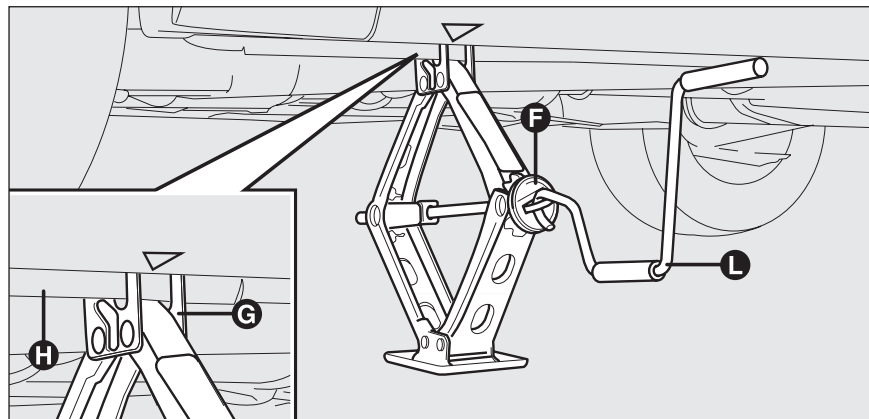

fig. 4
- actionner le dispositif **F-fig. 4** de manière à détendre le cric, jusqu'à ce que la partie supérieure du cric **G-fig. 4** s'engage correctement à l'intérieur du dispositif de retenue **H-fig. 4**;
- insérer la manivelle **L-fig. 4** pour permettre l'actionnement du cric et soulever la voiture, jusqu'à ce que la roue se lève du sol de quelques centimètres;
- actionner la manivelle **L-fig. 4** du cric de manière à baisser la voiture et enlever le cric;